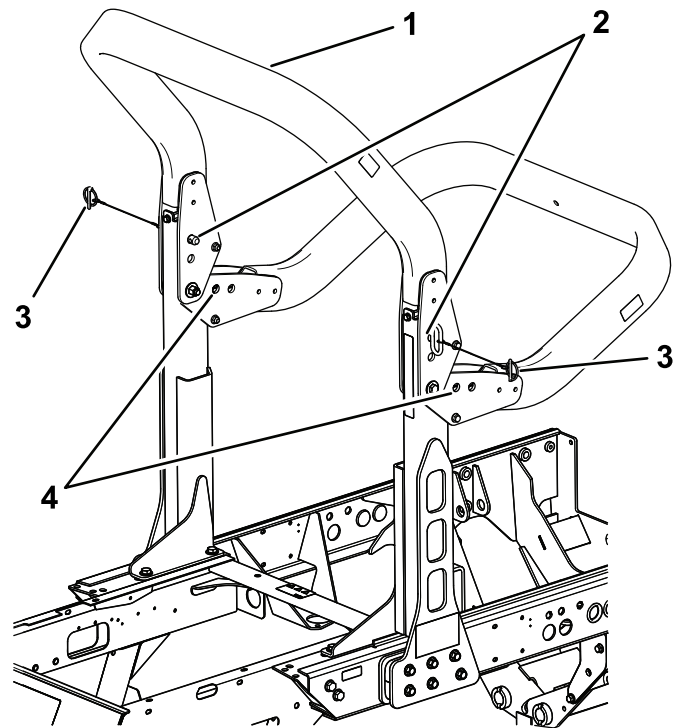

Bild 60
2. Stützen Sie das Gewicht des oberen Rahmens des Überrollbügels ab, während Sie die Rastzungen und Lastösenbolzen aus den Schwenkhalterung nehmen (Bild 60).